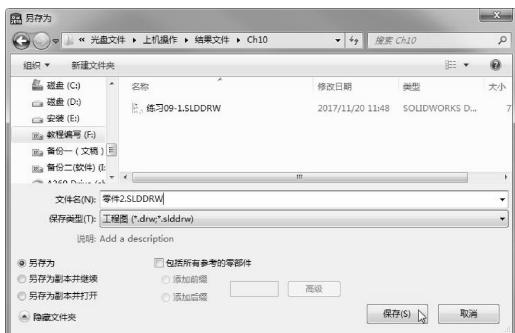

图 10-48 【另存为】对话框
- 02 执行【文件】|【另存为】菜单命令，弹出【另存为】对话框，如图 10-48 所示。